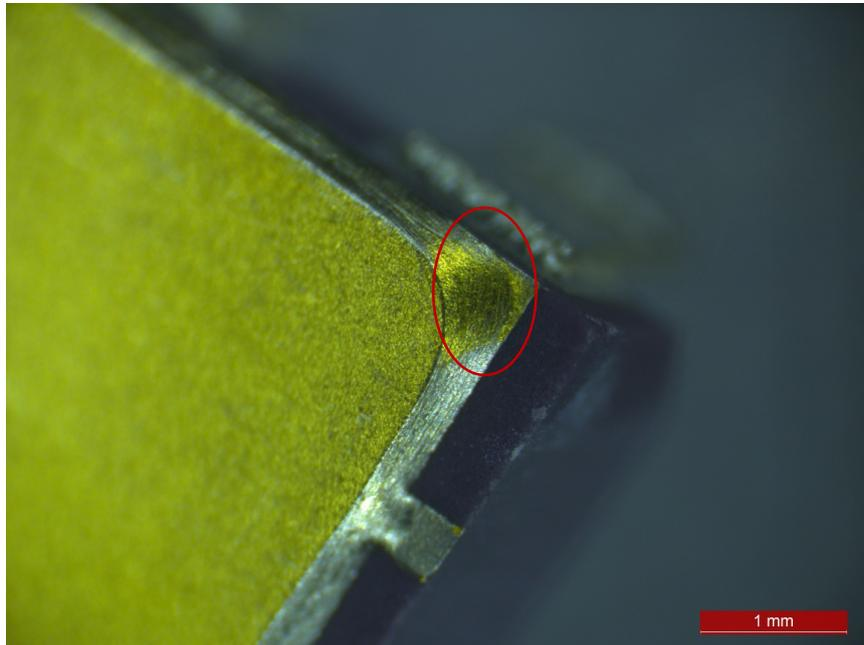
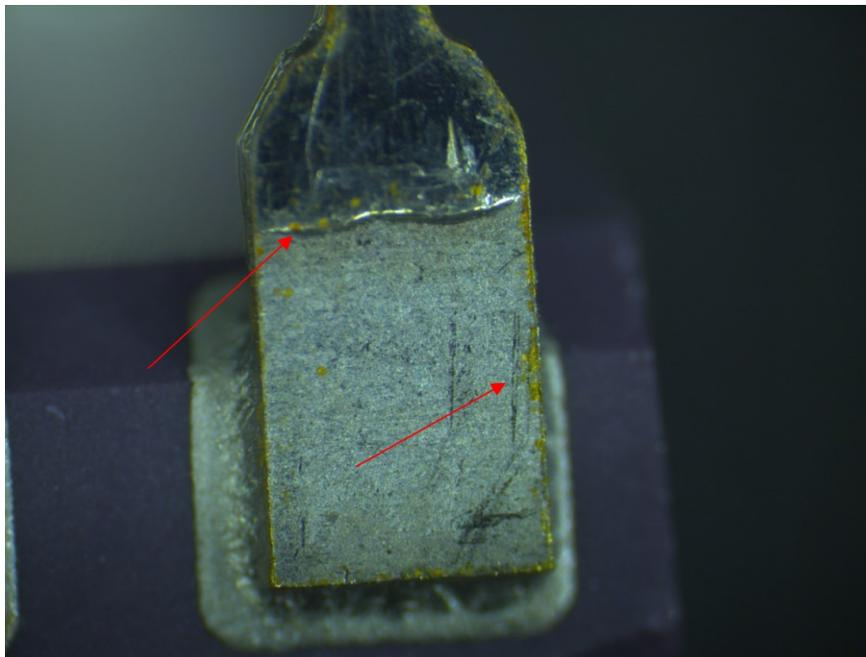

图 1 镀金层贯穿密封焊料至陶瓷壳体
图 3 管脚搪锡表面的金多余物
近期，试验中心在对某航天型号用 AD 转换器 AD677TD 进行检测时发现外观质量问题，元器件信息见表 1，缺陷见图 1~图 3。
1、在该类型元器件的封装工艺流程中，盖板需先经过镀金处理，后与完成贴片和键合工艺的管壳通过焊料环焊接实现封盖，最后打标。因此器件封盖后不应出现二次镀金工序，镀金层也不应出现在密封焊料表面，具体如图 1。
3、根据器件军用规范号可识别，器件管脚外镀层为搪锡铅，管脚搪锡铅工序也属于封盖之后的工序，同样不应该出现镀金残留，具体如图 3。